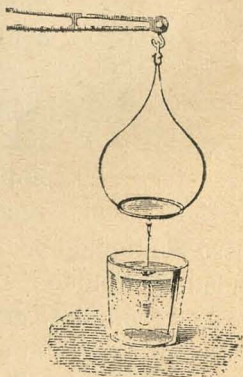

Fig. 35.—Densidad de los líquidos.
*Método de la balanza hidrostática.*—Se cuelga del platillo de la balanza hidrostática un cuerpo insoluble en el agua y en el líquido (fig. 35), y luego se averigua la tara.